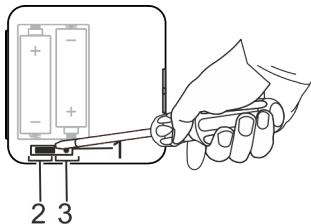

Fig. 8: Levage du cavalier
2. Lever le cavalier (Fig. 8/1) dans le couvercle du boîtier avec un tournevis plat.
3. Enfiler le cavalier (Fig. 8/1) sur la position 2 points (Fig. 8/2).